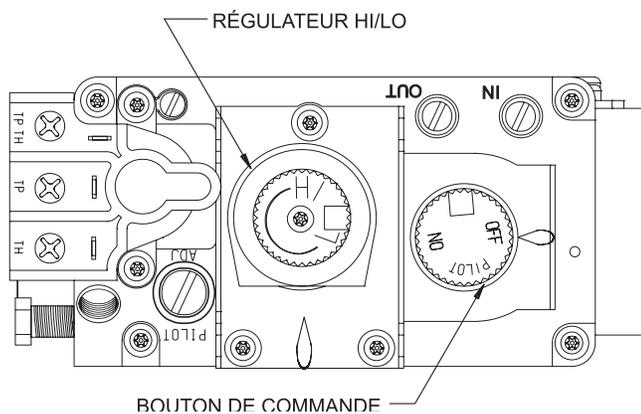

Figure 64
**REMARQUE :** La vanne de commande de gaz permet d'augmenter ou diminuer la hauteur de flamme du brûleur. La vanne de commande comporte un régulateur de pression avec un bouton, représenté à la Figure 64. Tourner le bouton dans le sens des aiguilles d'une montre vers « HI » pour augmenter la hauteur de flamme et dans le sens inverse vers « LO » pour la diminuer.